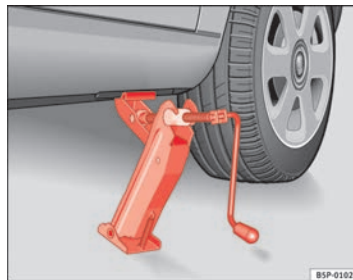

Abb. 159 Wagenheber
- Richten Sie den Wagenheber so aus, dass seine Klaue den Steg des Unterholms umfasst und die bewegliche Grundplatte plan auf dem Boden aufliegt ⇒ Seite 256, Abb. 159.